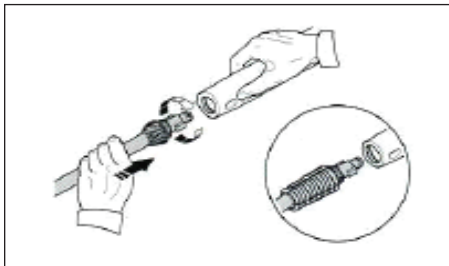

Figura 10 - Conecte la lanza a la pistola.
8. Conecte la lanza a la pistola (ver la figura 10).